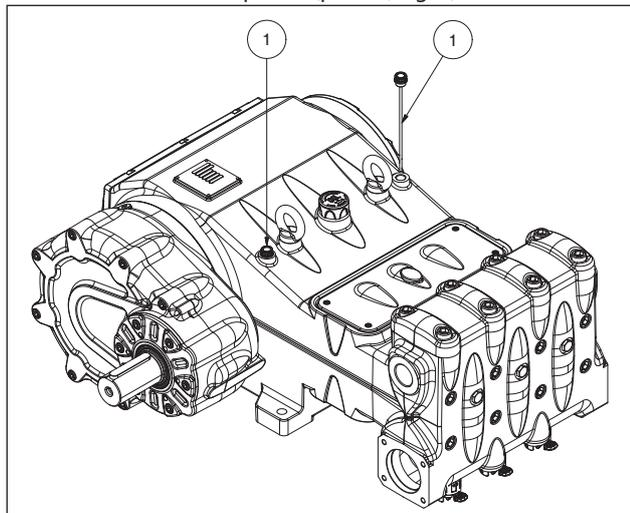

Fig. 8
5. O óleo no cárter da bomba esteja no nível, verificando-o com as varetas adequadas (pos. ①, Fig. 8).